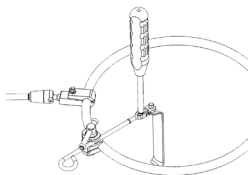

Abbildung 7
- Um die **Retraktorklingen** anzuwinkeln, benutzen Sie den **Sechskantschlüssel** zum Lösen des Schwenkmechanismus am **Klingenhalter** und bringen Sie die Klinge manuell in die gewünschte Position. Um die Klinge zu sichern, ziehen Sie den Schwenkmechanismus mit dem **Sechskantschlüssel** fest (Abbildung 7).